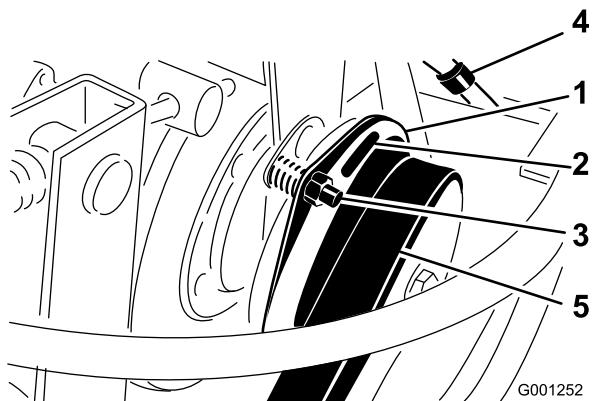

図 65
3. クラッチのライニングと摩擦プレートとの間のギャップを 0.4 mm のすきまゲージが通れるように調整する（図 65）。調整ナットを右に回すと隙間が小さくなる（図 65）。隙間の最大値は 0.76 mm である。3 か所すべてでエア・ギャップ調整を行う。